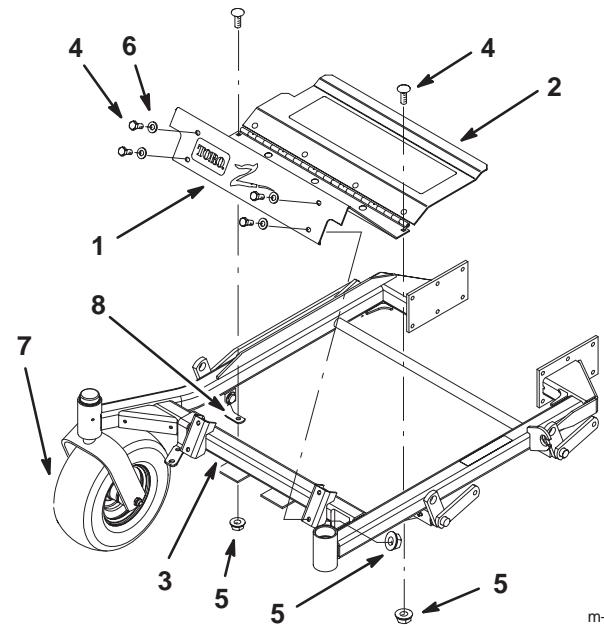

Bild 21
1. Nehmen Sie die zwei äußeren Schrauben ab, mit denen die vordere Bodenplatte am Chassis befestigt ist (Bild 21). Bewahren Sie die Schrauben auf.
2. Nehmen Sie die vier Schrauben und Scheiben ab, mit denen die vordere Bodenplatte am Vorderchassis befestigt ist (Bild 21). Bewahren Sie die Schrauben und Scheiben auf.
(Bild 21).
befestigt ist (Bild 21). Verwenden Sie die vorhandenen